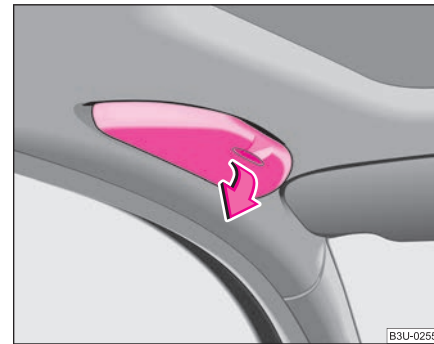

Fig. 98 Compartimentul pentru ochelari
- Compartimentul se deschide în sensul indicat de săgeată ⇒ fig. 98.